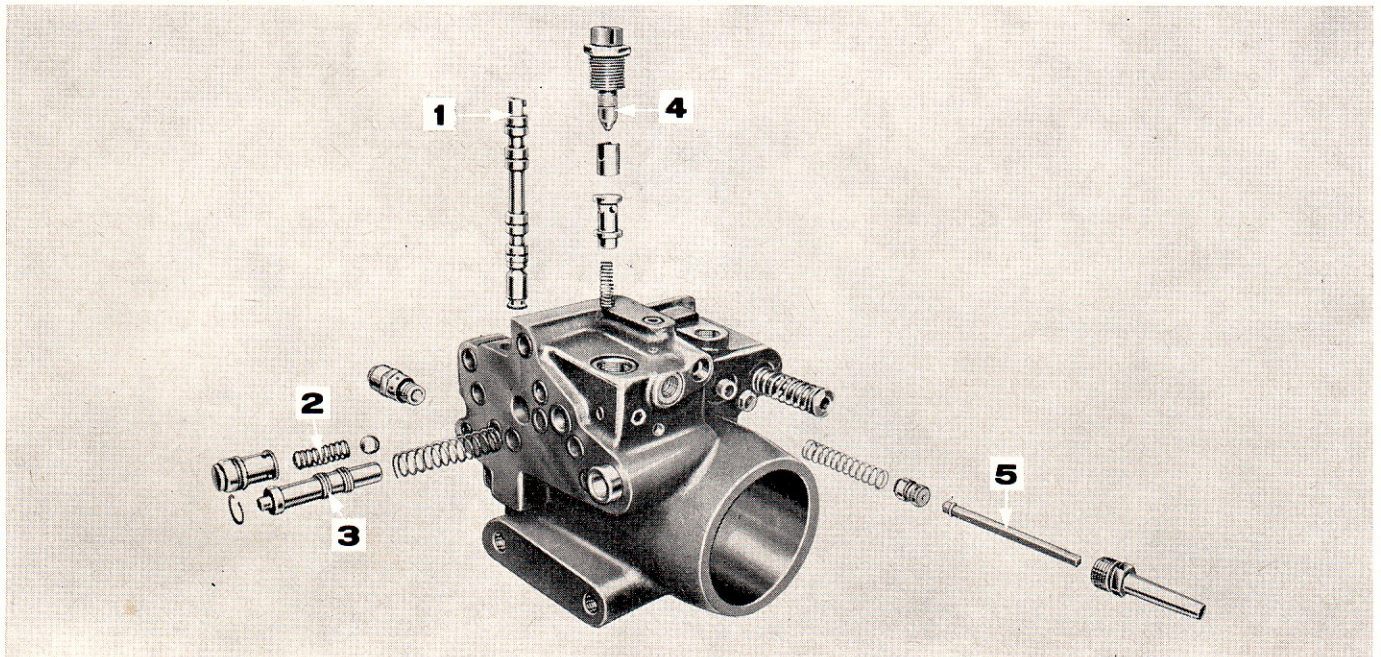

Figure 61: Vue éclatée du cylindre de relevage
La Figure 61 est une vue éclatée du cylindre de relevage.
10. Pour déposer le clapet de retenue situé sur la face usinée du cylindre de relevage, passer un fil métallique dans la gorge usinée sur l'extrémité du chapeau de clapet. Déposer également le ressort et la bille (Figure 61).
12. Extraire le régulateur de débit après avoir dévissé l'écrou (Figure 61).
13. Déposer le tiroir du régulateur de débit (Figure 61) après avoir extrait le circlip. La pression du ressort doit être suffisante pour chasser le tiroir. Extraire le ressort.